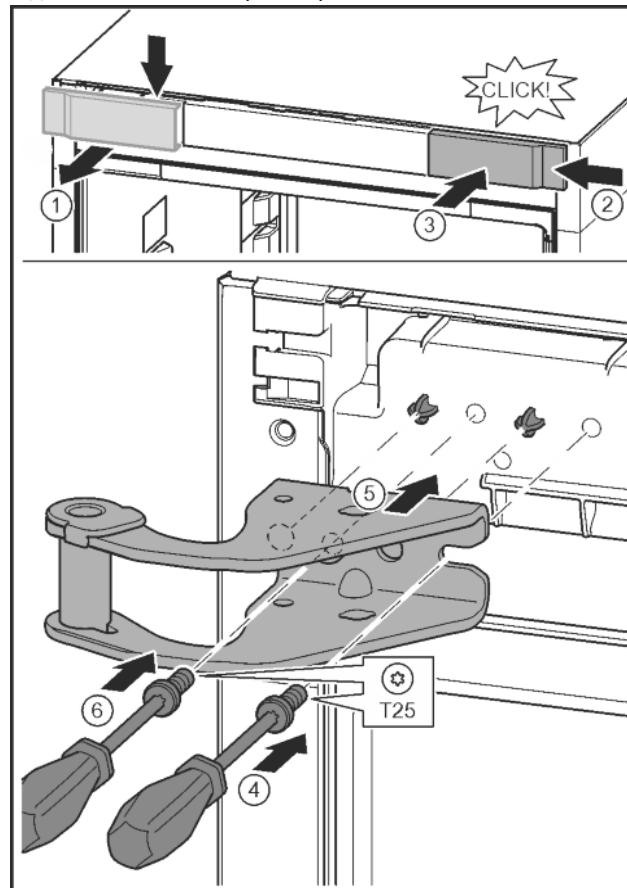

Fig. 12
- Відпустіть кришку та зніміть збоку. Fig. 12 (1)
- Почепіть кришку, що повернута на 180°, з іншого боку праворуч. Fig. 12 (2)
- Зафіксуйте кришку. Fig. 12 (3)
- Встановіть гвинт за допомогою викрутки T25. Fig. 12 (4)
- Встановіть верхній опорний кронштейн. Fig. 12 (5)
- Закрутіть гвинт. Fig. 12 (4)
- Встановіть та закрутіть гвинт за допомогою викрутки T25. Fig. 12 (6)